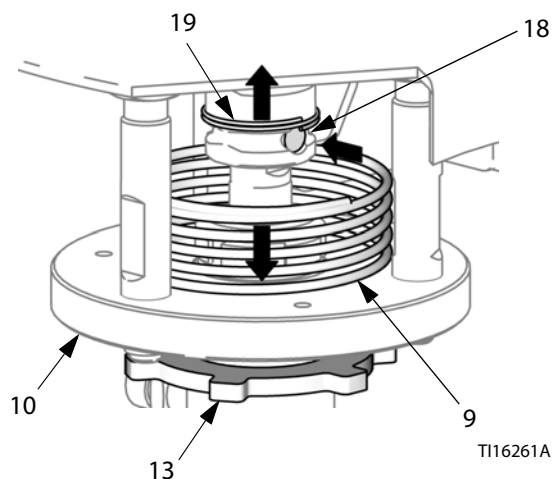

Рис. 6. Защитная пружина и соединительный штифт
4. См. Рис. 6. Нажмите на предохранительную пружину (9) и удерживайте ее в таком положении, чтобы получить доступ к соединительному штифту (18). Поднимите фиксирующую пружину (19) и выньте штифт с помощью отвертки или зубила.
5. Ослабьте стопорную гайку (13).